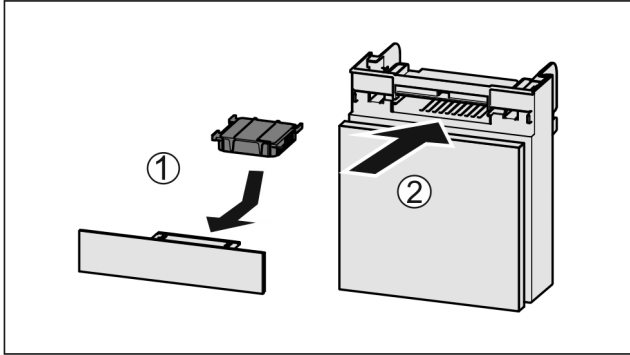

Fig. 128
- ▶ Поставете Fig. 128 (1) филтъра с активен въглен, както е показано на фигурата.
- ▶ Вкарайте Fig. 128 (2) отделението.